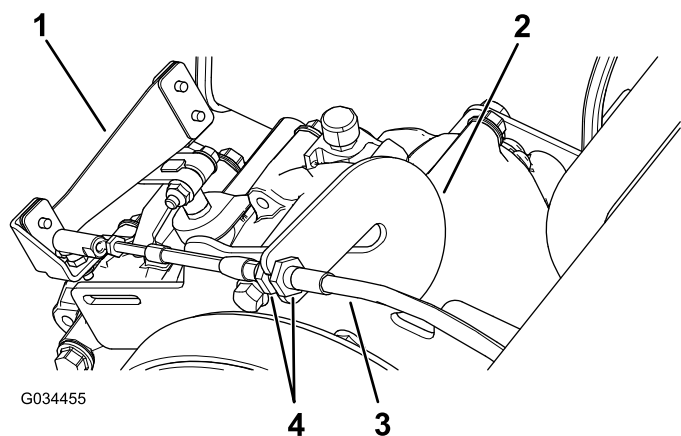

Figure 57
- Desserrez les écrous de blocage sur le câble de sélection et ajustez-les selon les besoins (Figure 57).
- Vérifiez la position de l'inverseur de marche en tournant le levier aux 3 positions différentes et vérifiez que le levier (Figure 57) passe aux différentes positions correctement ; voir Levier et indicateur d'inverseur de marche (page 11).